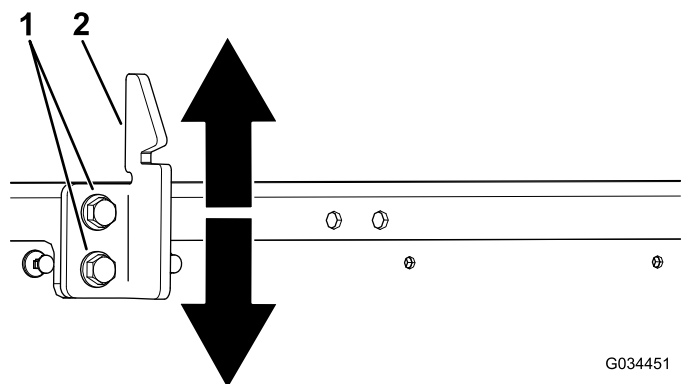

図 68
3. 荷台のラッチストライカのボルト2本をゆるめて、ストライカの上下位置を調整する 図 68。
4. ラッチストライカのボルト2本を締め付ける 図 68。